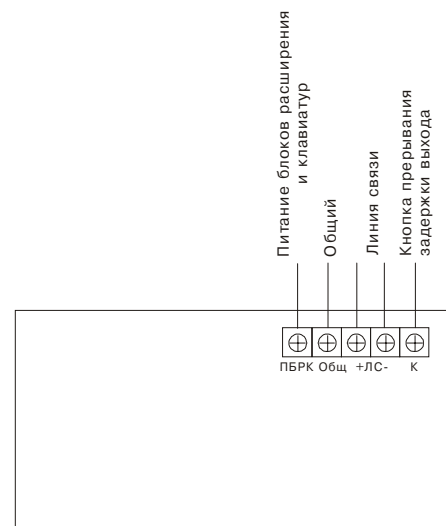

Рис.7
1.3.3.1 Схема подключений клавиатур «Ладога КВ-М», «Ладога КВ-С», «Ладога КВ-СД» приведена на рис.7.